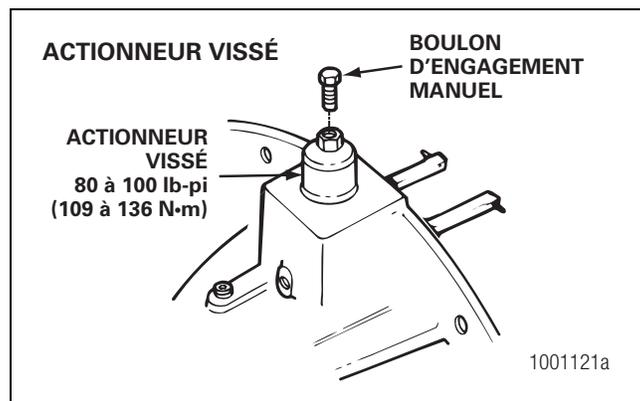

Figure 6.16
7. Visser le cylindre sur le carter. Serrer le cylindre au couple de 80 à 100 lb-pi (109 à 136 N•m). Figure 6.16.